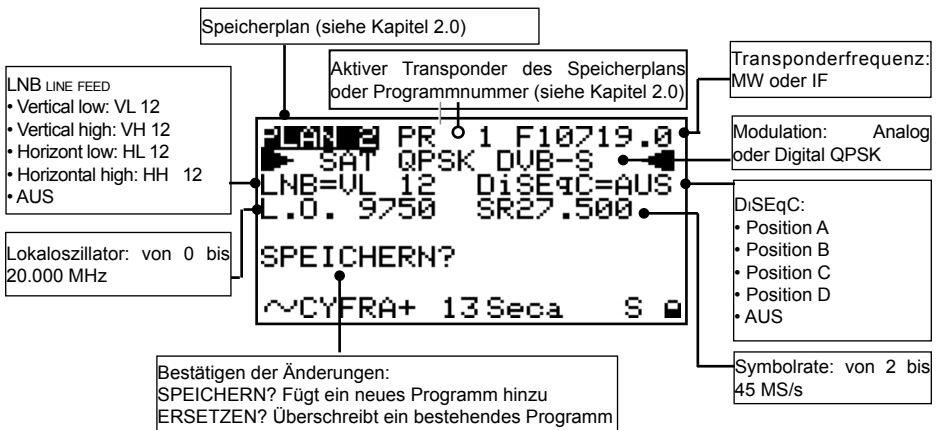

Abbildung 9.1: Erstellen bzw. Modifizieren eines Speicherplans
- Verwenden Sie den Drehknopf, um einen neuen Speicherplan zu selektieren (siehe auch Abbildung 9.1). Der Name des Speicherplans wird durch das Messgerät automatisch vergeben, wobei der Term „PLAN“ vorangestellt wird. Hinzu kommt die nächste freie Speicherposition, z.B. PLAN45.
- Verwenden Sie den Drehknopf, um einen bestehenden Speicherplan (siehe auch Abbildung 9.1) sowie die zu ändernde Programmnummer zu selektieren.
- Folgen Sie den Anweisungen wie in Kapitel 9.2 beschrieben mit dem Unterschied, dass eine neue Programmnummer gewählt werden muss (siehe auch Abbildung 9.1).